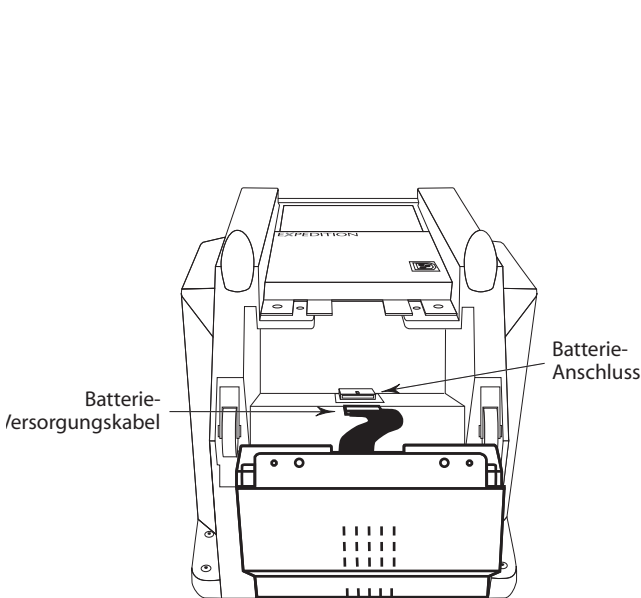

Abb. 3
- 3 Richten Sie die Batterie wie in Abb. 2 aus und setzen Sie ihre "Beine" wie in Abb. 3 in die Unterseite des XPL200 oder XPL300.
- 4 Schließen Sie das Batterie-Versorgungskabel wie in Abb. 3 an. **WICHTIG! Sowohl die Anschlüsse am Versorgungskabel (der Batterie) als auch die des Anschluss-Steckers (an der Box) sind eindeutig gekennzeichnet. Achten Sie darauf, dass Sie das Kabel richtig anschließen, da andernfalls in der Batterie ein Kurzschluss erzeugt wird, der zu einem Brand und/oder Ausfall des internen Verstärkers führen kann.**